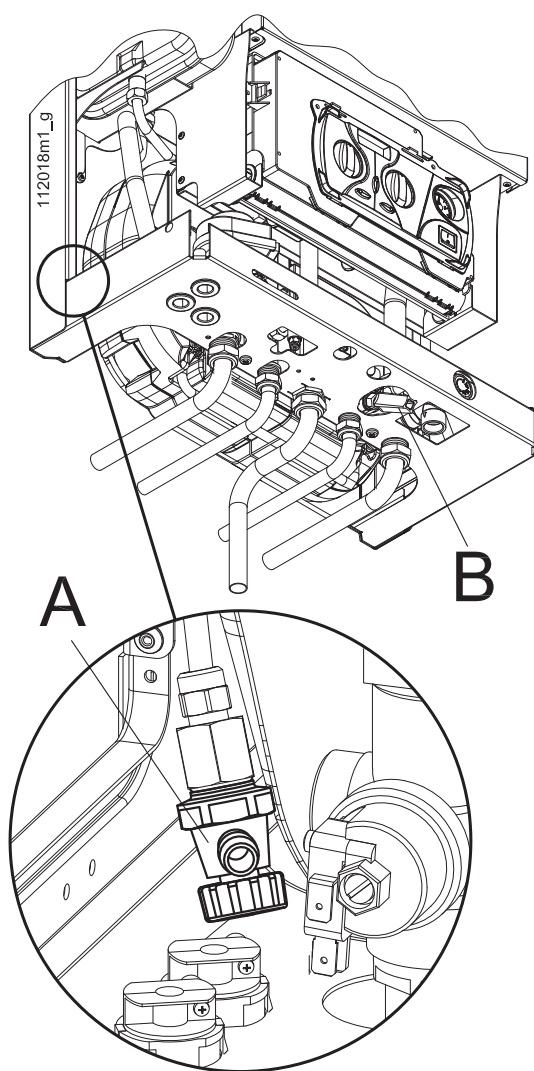

Figura 6-1
- 2.- aprire il rubinetto di carico "B" (vedi figura 6-1);
- 6.- controllare la pressione sul manometro "24" di figura 3-2. Al raggiungimento della pressione di 1-1,5 bar, chiudere il rubinetto di carico "B" di figura 6-1.
ATTENZIONE !!! Durante il normale funzionamento dell'impianto il rubinetto di carico "B" (vedi figura 6-1) deve rimanere sempre in posizione di chiusura.
- 1.- collegare al rubinetto di sfiato "A" di figura 6-1, un tubo di gomma e convogliarlo ad uno scarico di un lavello o simile;
- 2.- aprire il rubinetto "A" di cui alla figura 6-1 fino a sentire l'aria che esce ed attendere fino a che non esce solo acqua;
- 3.- chiudere il rubinetto "A" di figura 6-1;